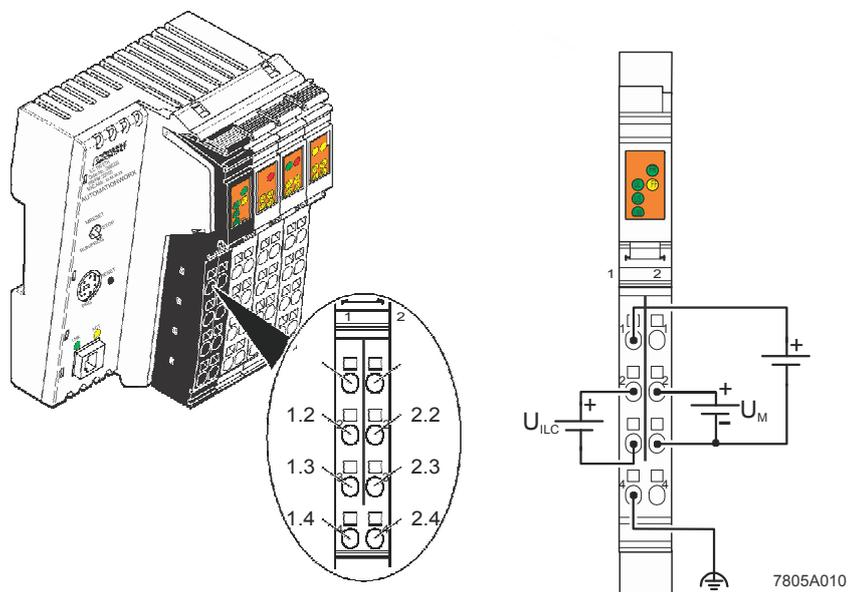

Рисунок 2-20 Подключение питания
1. Подключите источник питания к штекеру питания контроллера, см. Рисунок 2-20.
1. Сегментное питание подключается отдельно через клеммы 1.1 и 2.3 (GND) (см. рисунок 2-20 на стр. 2-25).